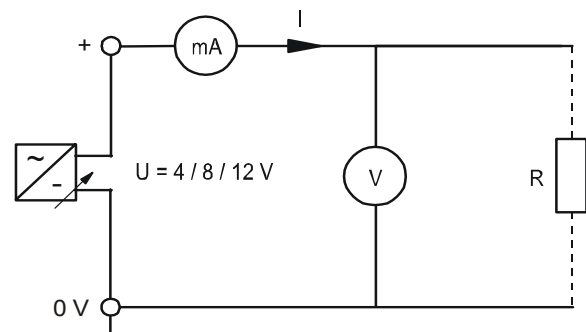

Abb. 2.2.2
- Zur Kennlinienaufnahme  $I = f(R)$  ist die Schaltung nach Abb. 2.2.2 aufzubauen und bei den in der Tab. 2.2.2 angegebenen Spannungen und Widerständen der jeweilige Strom zu messen.